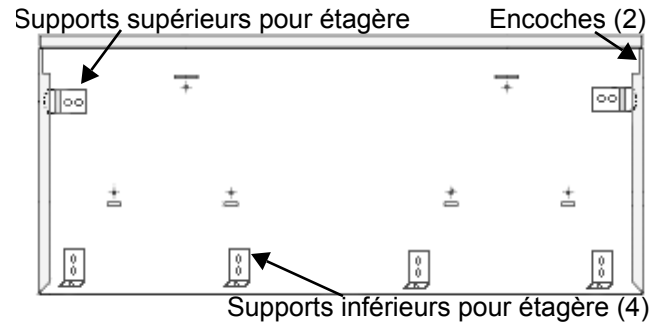

Figure 23: Dos de la plaque murale
2. Installez les deux supports supérieurs pour étagère et les trois supports inférieurs pour étagère aux endroits indiqués sur les gabarits. Fixez-les en place à l'aide des (10) vis de 1 po (25,4 mm) fournies.
5. Installez la plaque murale en plaçant les encoches des coins (dos de la plaque murale) au sommet des deux supports supérieurs pour étagère. Faites glisser l'ensemble de l'étagère vers le haut jusqu'à ce que la partie inférieure s'enclenche dans les quatre supports inférieurs (Figure 23).